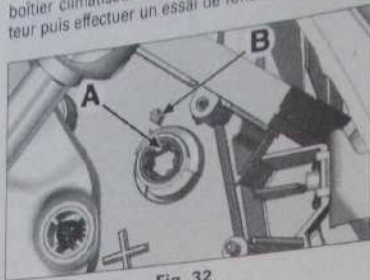

Fig. 32
Procéder dans l'ordre inverse aux opérations de dépose, aligner les repères (A) et (B) (Fig. 32) du boîtier climatiseur avant la repose du motoréducteur puis effectuer un essai de fonctionnement.